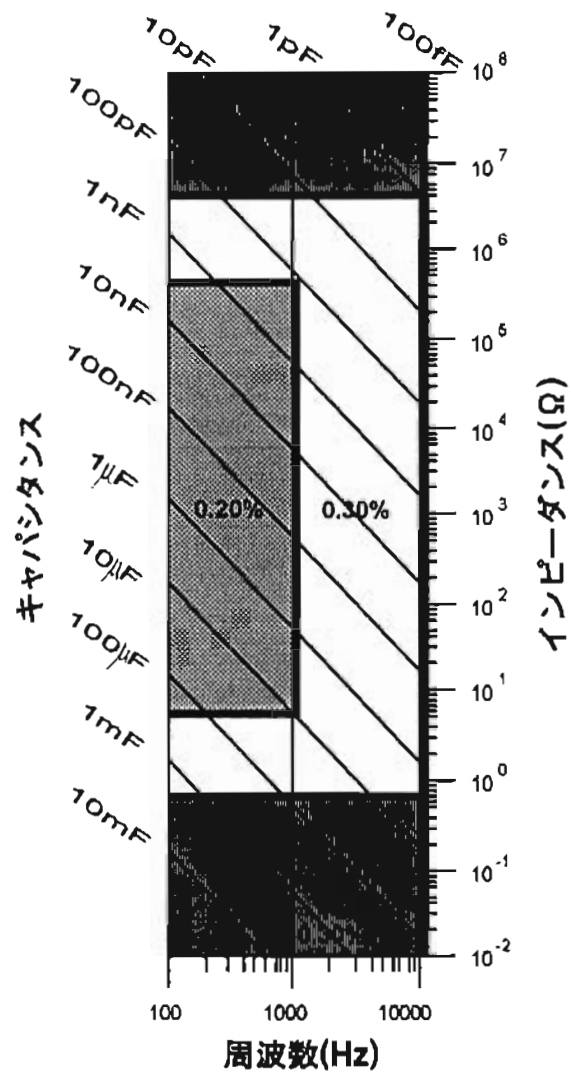

図 5-4. キャパシタンスの基本確度係数
A = 図 5-4 のグラフから求めたキャパシタンスの基本確度係数。本器が定電圧 (CV) モードであるか、内部または外部のバイアス電圧が低い場合、基本確度係数を 2 倍します。